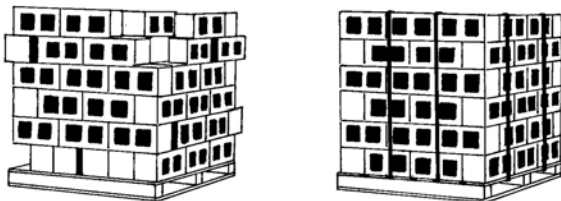

Figure 9
- Ne jamais transporter de charges dont les éléments sont mal empilés (**figure 9**).